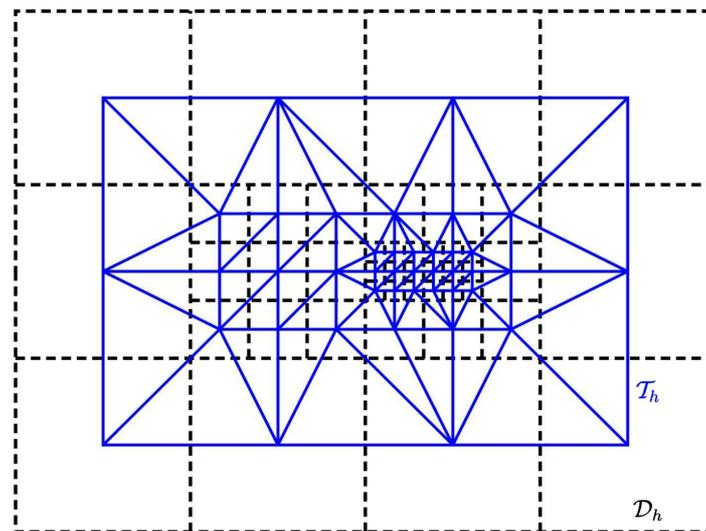

Figure 2 Maillage carré et localement raffiné qui ne se raccorde pas et maillage triangulaire dual
- On permet de *raffiner* les *cellules rectangulaires* individuelles de chaque couche dans des sous-maillages, comme c'est indiqué par le trait interrompu sur la Figure 2 ci-dessous.
Dans le domaine du milieu poreux, deux méthodes numériques sont aujourd'hui les plus populaires. La *méthode des éléments finis* peut très facilement être utilisée sur des maillages non structurés, qui peuvent notamment être raffinés localement, et permet de discrétiser aisément des tenseurs de diffusion–dispersion sous la forme matricielle, tels qu'on les rencontre dans le transport des polluants. Elle souffre par contre de problèmes avec la conservation locale de la masse, notamment en présence de la convection et de la réaction, et d'oscillations numériques injustifiées lorsque l'influence du terme de convection, celui de réaction ou celui du temps est grand. Aussi, il n'est pas possible de l'utiliser sur des maillages qui ne se raccordent pas, comme celui indiqué sur la Figure 2 par le trait interrompu.
La *méthode des volumes finis* centrée par maille permet une discrétisation facile, précise et robuste des équations fortement non linéaires, garantit toujours la conservation locale de la masse du contaminant et évite des oscillations non justifiées dans les termes de convection, réaction et du temps et peut être définie sur des maillages non structurés. En revanche, il n'est pas possible de facilement raffiner les maillages, ni de discrétiser aisément des tenseurs de diffusion–dispersion matriciels. Finalement, cette méthode exige l'utilisation des maillages qui se raccordent et exclut donc par exemple des maillages comme celui de la Figure 2.
finis sur un maillage de triangles, construit à partir du maillage initial, indiqué sur la Figure 2 par le trait plein. Cette méthode possède des propriétés suivantes :
- Permet l'**utilisation** des **maillages qui ne se raccordent pas**, comme celui indiqué sur la Figure 2 par le trait interrompu.